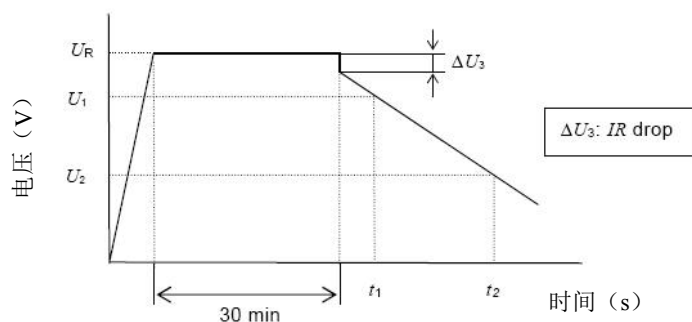

图2 电容器的端电压特性
- ◎ 测量电容器两端电压从 $U_1$ 到 $U_2$ 的时间 $t_1$ 和 $t_2$ ，如图2所示，根据下列等式计算容量值：